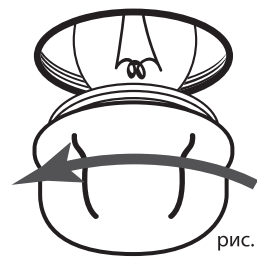

рис. 1
- Выкрутите колпачок, а затем лампочку - рис. 1.